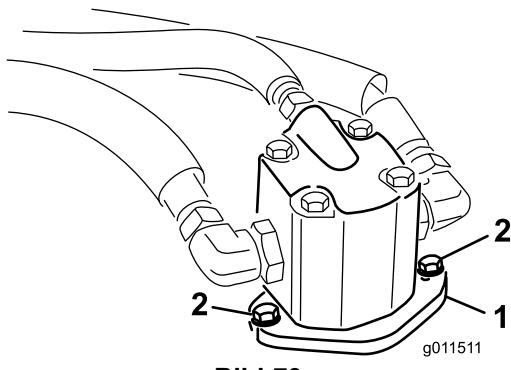

Bild 73
4. Entfernen Sie die Schrauben, mit denen der Hydraulikmotor am Mähwerk befestigt ist (Bild 73).